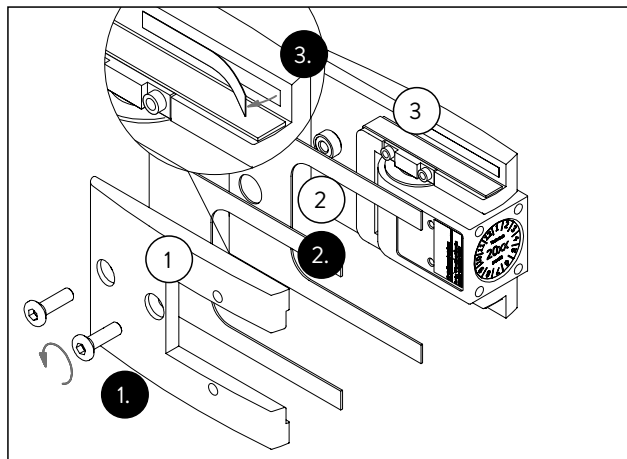

Fig. 22 Préparation des paumelles à rappel
1. Dévisser la contre-plaque (Fig. 22/1).
2. Sélectionner les joints appropriés (Fig. 22/2) selon l'épaisseur du verre (voir tableau chapitre 4.2).
3. Retirer les films de protection de la bande adhésive sur la plaque support et la contre-plaque (Fig. 22/1 et Fig. 22/3).